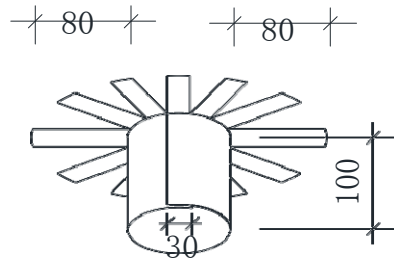

图 6 水落口无纺布胎基增强层
e) 水落口防水加强层范围为：距管口周边 80mm±5mm，深入水落口内 100mm±10mm。加强层用无纺布作胎基增强，管内无纺布搭接为 30mm，从管内翻向平面的无纺布应采用“裙分”开叉的方法，与平面卷材搭接，“裙分”开叉应将无纺布卷筒均分 12~14 等份，长度 80mm±5mm（图 6）。